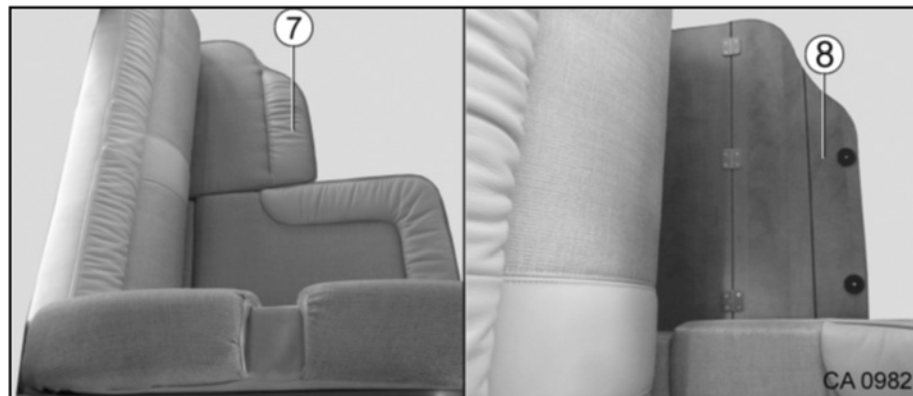

Fig. 40 Transformation de la banquette latérale en siège pour la route
1. Enlever le coussin (Fig. 40/7).
2. Relever le panneau de bois divisé (Fig. 40/8) et le plier.